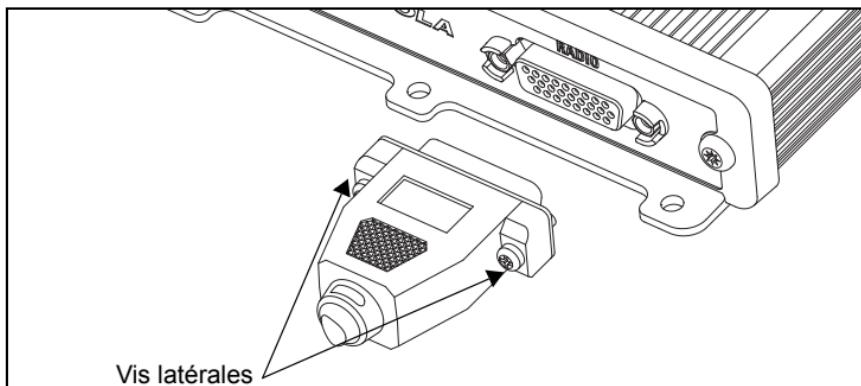

Figure 11 : installation du câble de socle à boîtier de raccordement
2. Fixez le câble de socle à boîtier de raccordement (PMKN4169) ou le câble de socle à boîtier de raccordement avec câble de données USB (PMKN4170) au socle pour voiture en vissant les vis sur le connecteur du boîtier de raccordement du kit auto MTP6000 comme illustré sur la Figure 11.